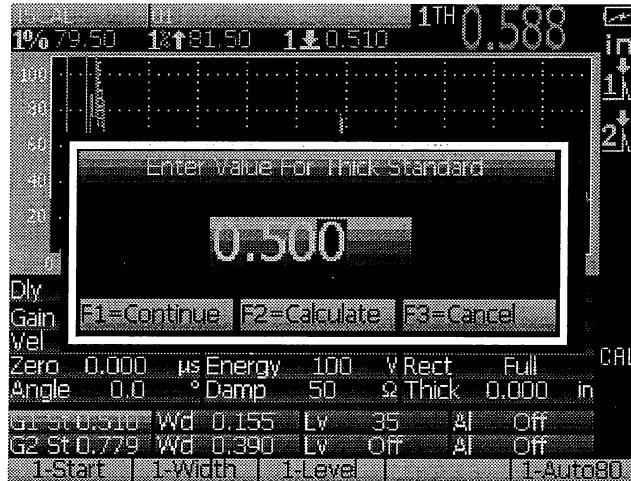

図 8-4 厚さ基準値の入力
8. Aスキャン上に、大きな文字で厚さが表示されます。値が安定したら、[CAL] ([校正]) を押し、続けて [VEL] ([音速]) を押すと画面がフリーズし、画面上にポップアップボックスが現れます。英数字キーを使い、試験片の正確な厚さを入力します。この例では、[0] [.] [5] [0] [0]、もしくは [.] [5] を押すと、図 8-4 のように入力値がポップアップボックスの中に現れます。入力を誤った場合は、左右キーで間違った箇所に戻り、正確な厚さを再度入力します。値を消去する場合は [ZERO] ([パルス位置]) キーで値を消去できます。